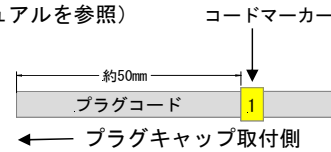

図1 配線図
9. SP II ワイヤハーネスの各端子を接続する (図 1 配線図及び写真 1 参照)